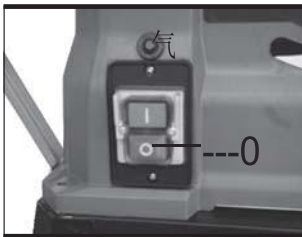

Fig. 23
On-Off safety switch (Fig. 23)
1. Interruptor de seguridad de encendido y apagado (Fig. 23)
Para poner en marcha la máquina, coloque el interruptor (1) en la posición ON. (Vea la Fig. 23) Cuando encienda el interruptor, párese a cada lado de la hoja y nunca frente a ella.
2. Interruptor de reinicio de sobrecarga (Fig. 23)
El interruptor de reinicio (2) (Ver Fig. 23) reiniciará el motor después de que se apague debido a sobrecarga o bajo voltaje.